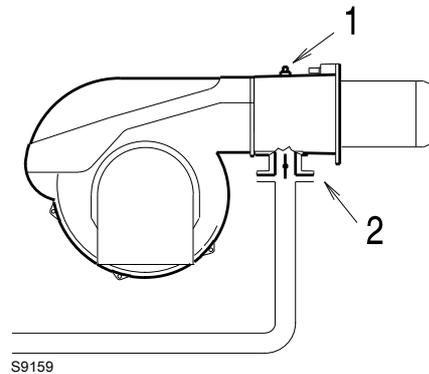

图 37
在测试点 1) (图 37) 处测得的燃气压力，其中：
- 燃气蝶阀全开 (90°)，如图 37 所示；
燃气蝶阀 2) (图 37) 处压力损失，此时燃气蝶阀开启至最大：90°
- 用在测试点 1) (图 37) 处测得的燃气压力减去炉膛背压。
测试点 1) (图 37) 的燃气压力 = 12.4 mbar
计算测试点 1) (图 37) 处所需燃气压力，将燃烧器以最大比调出力运行：
- 读出右边栏 1 所示测试点 1) (图 37) 处压力。
测试点 1) (图 37) 所需的压力。